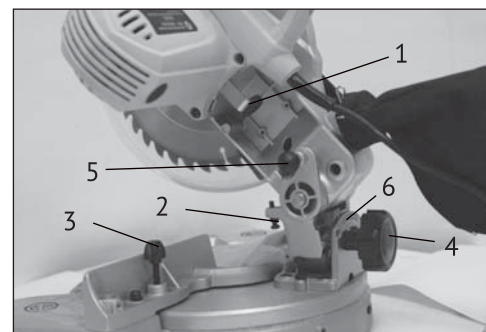

рис.3
- отведите подвижный защитный кожух вверх и заблокируйте вращение шпинделя нажатием кнопки (рис.3 поз.1);
- при необходимости, регулировка глубины пропила осуществляется специальным регулировочным болтом (рис.3 поз.2);
- для установки угла поворота ослабьте фиксирующий болт (рис.3 поз.3), установите необходимый угол распила и надёжно затяните фиксирующий болт.
- для установки угла наклона ослабьте фиксирующую рукоятку (рис.3 поз.4), установите необходимый угол распила и надёжно затяните фиксирующую рукоятку.
- для облегчения транспортировки пилу следует сложить. Для этого следует полностью опустить режущий блок пилы и зафиксировать его в нижнем положении с помощью стопорной шпильки (рис.3 поз.5). Закрепите поворотное основание с помощью фиксирующей болта (рис.3 поз.3);